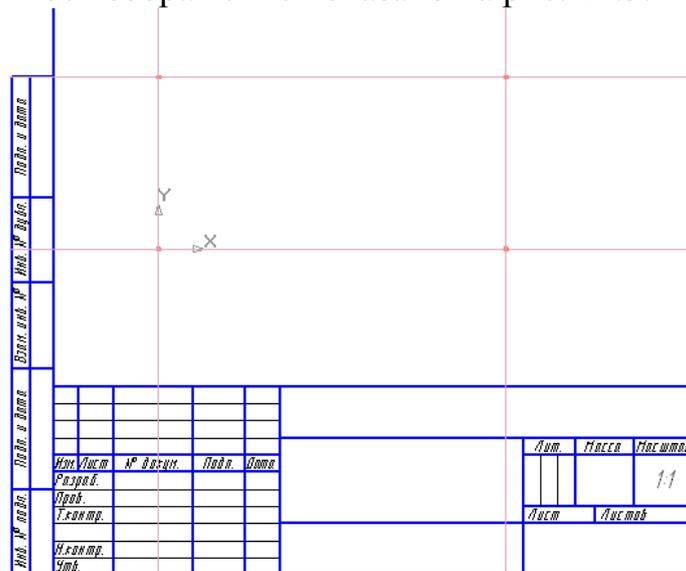

Рис. 21.3.
2.4. Проведите вертикальную вспомогательную прямую на расстоянии 100 мм от оси **OY**. Полученное изображение показано на рис. 21.3.